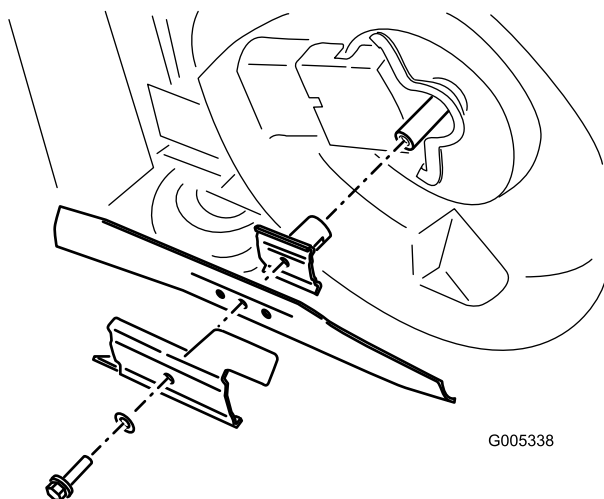

Figura 29
4. Coloque el cortacésped de lado con el filtro de aire hacia arriba (Figura 29).
Sujete el extremo de la cuchilla usando un paño o un guante grueso. Retire el perno de la cuchilla, el acelerador y la cuchilla (Figura 29).